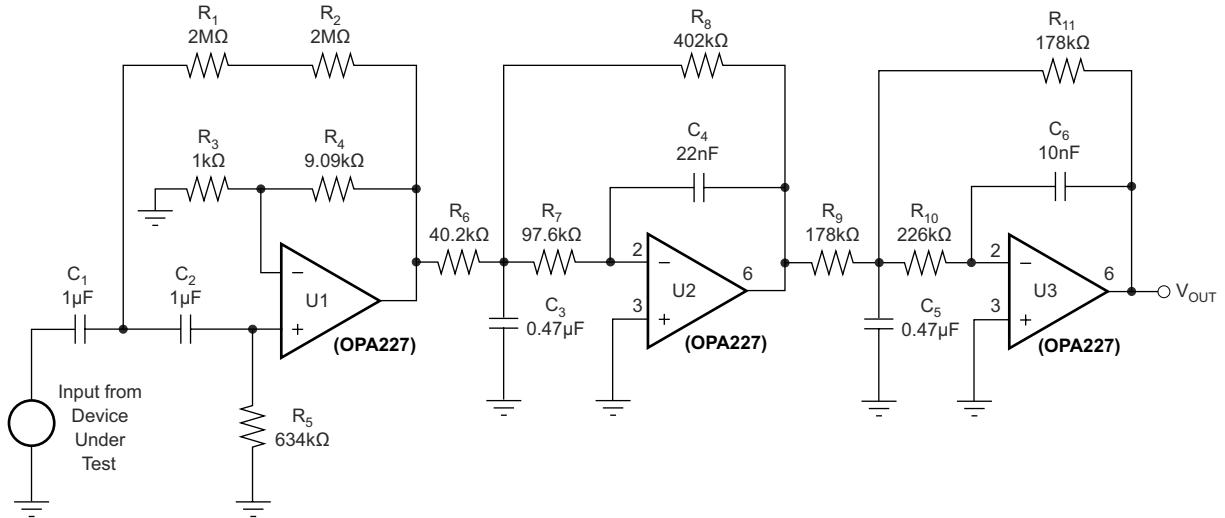

图 7-6. 使用 0.1Hz 至 10Hz 带通滤波器来测试 OPAx22x 系列的宽带噪声
图 7-6 显示了用于测试 OPA227 和 OPA228 噪声的 0.1Hz 至 10Hz 带通滤波器。滤波器电路是使用德州仪器 (TI) FilterPro 软件 ( 可通过 [www.ti.com](http://www.ti.com) 获取 ) 设计的。图 7-7 显示了噪声测试所需的 OPA227 和 OPA228 配置。